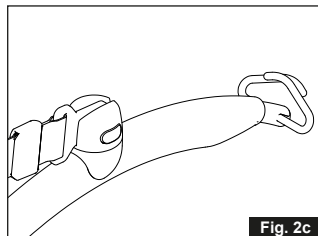

Fig. 2c
2. Släpp den gula knappen (fig. 2c)